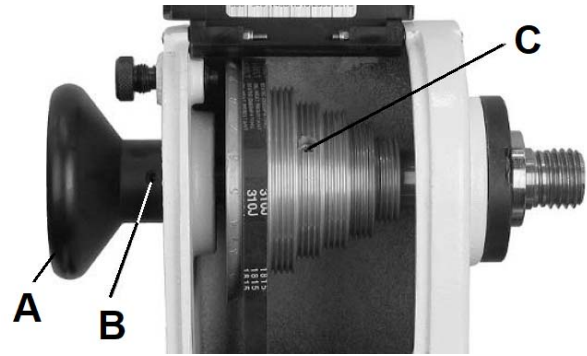

Fig 33
Retirer le volant (A, Fig 33) après avoir desserré les 2 vis sans tête (B).